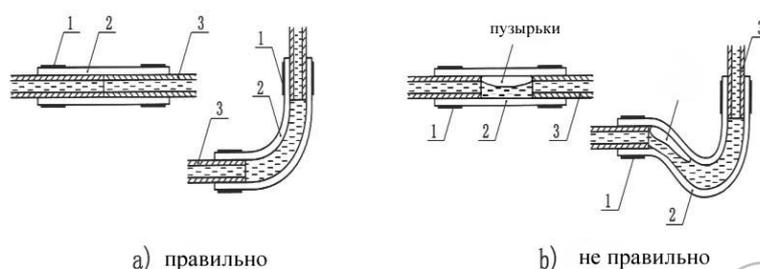

Рис. 13
4.5.5 Соедините топливопровод, патрубок подвода топлива к печке и экстрактор топлива при помощи соединительной трубки для топливопровода изготовленной из резины. Соединения должны быть плотными, без зазоров (как показано на Рис. 13). Для того, чтобы концы топливопровода были ровными, они должны быть срезаны острым лезвием.